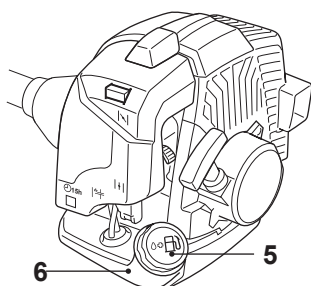

Fig. 10
- > Dévissez le bouchon du réservoir de carburant [5], puis ôtez-le (fig. 10).